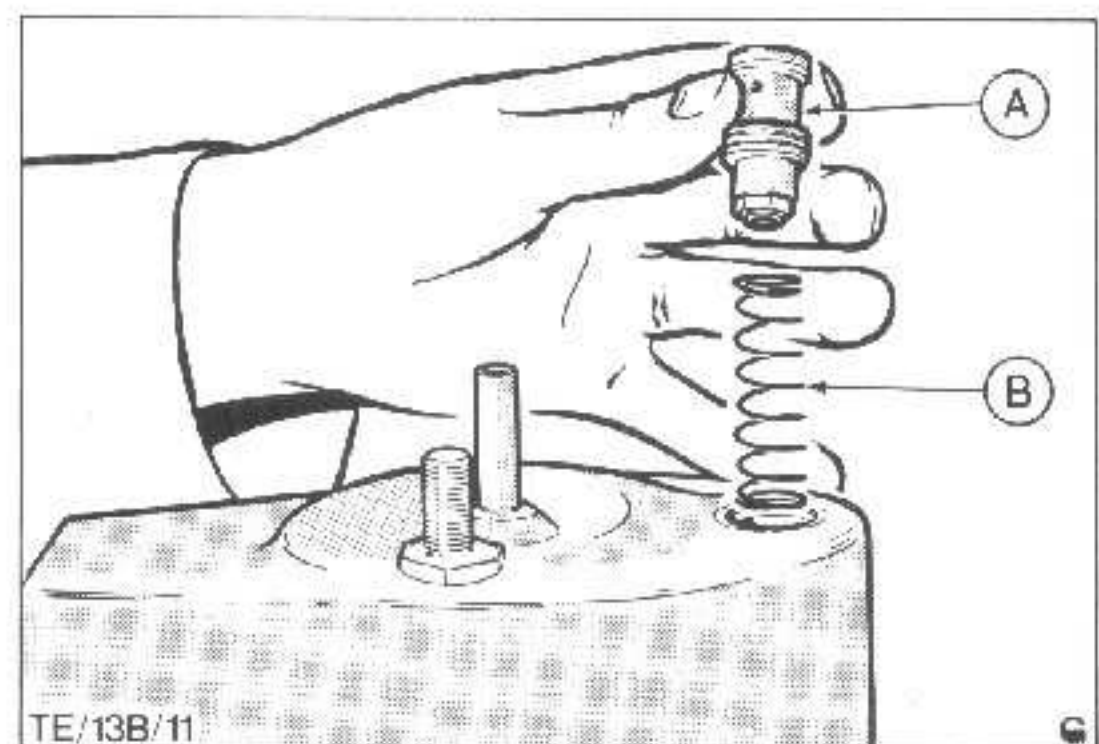

Abb.64 Steuerventil mit Feder montieren
26. Die Feder des Steuerventils in die Bohrung einführen und Ventil mit dem Siebende zur Feder einsetzen, Abb.64.